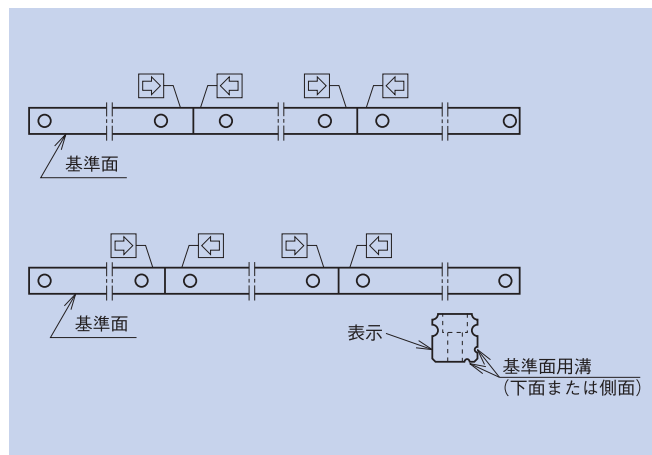

図 12
- ・継ぎ仕様の場合、レールの取付基準面の反対側面に矢印が表示されているので、これに従って図12に示すように組み付けてください。